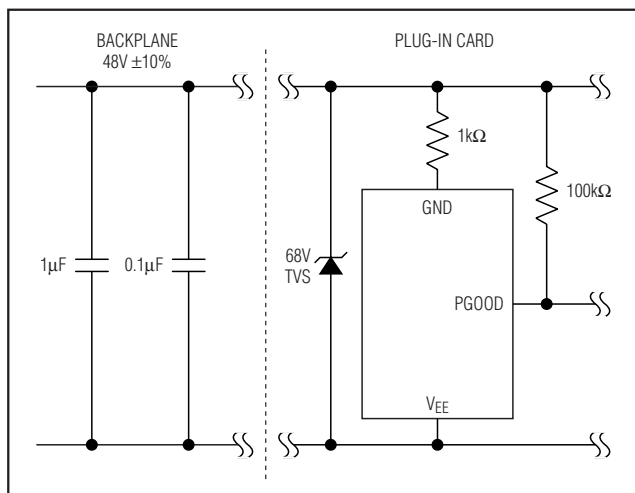

図17. 高電圧トランジエントからのMAX5936/MAX5937の保護
- 2) 高周波(セラミック)バイパスコンデンサをプラグインコネクタのできる限り近くでバックプレーンに接続してください(図17)。